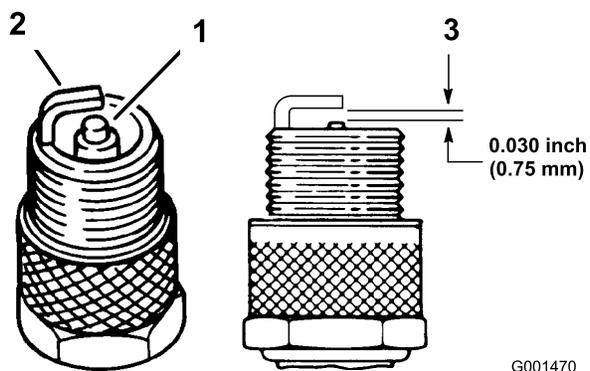

Figure 33
3. Contrôlez l'écartement entre l'électrode centrale et l'électrode latérale (Figure 33). Courbez l'électrode latérale (Figure 33) si l'écartement est incorrect.
3. Connectez les bougies (Figure 33).
1. Examinez le centre des bougies (Figure 33). Si le bec isolant est recouvert d'un léger dépôt gris ou brun, le moteur fonctionne correctement. S'il est recouvert d'un dépôt noir, cela signifie généralement que le filtre à air est encrassé.